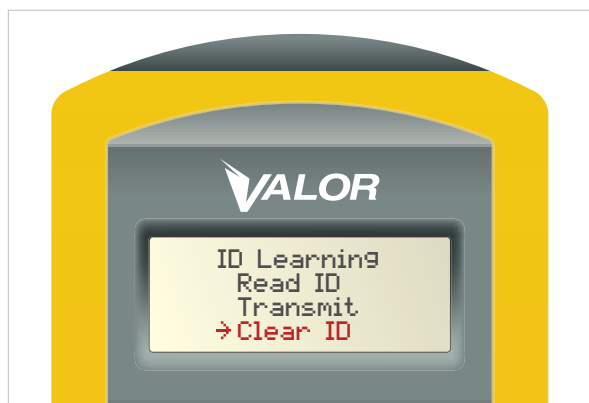

Figure 12
3. Utilisez les touches haut/bas du SmarTool pour déplacer la flèche → sur l'option Clear ID (effacer l'ID) dans le menu ID Learning (apprentissage de l'ID). (Figure 12)